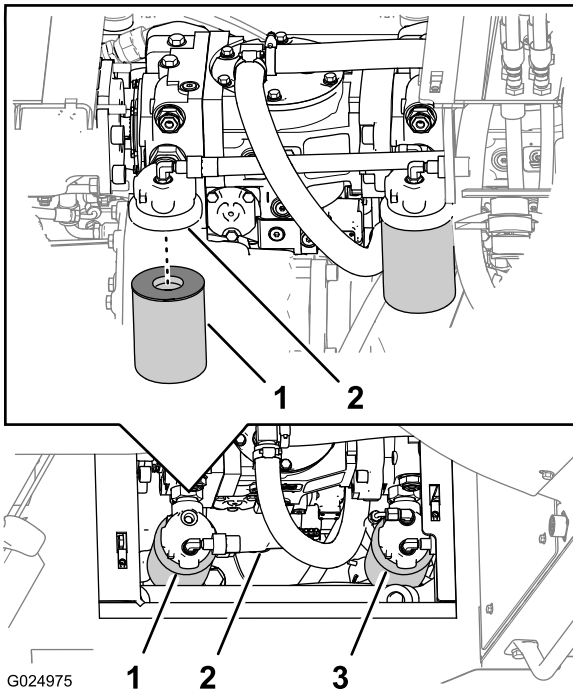

Bild 116
Hinweis: Der Hydraulikladedfilter ist von der rechten Unterseite der Maschine hinter dem Hydraulikbehälter zugänglich (Bild 116).
2. Stellen Sie einen Behälter unter den Hydraulikladedfilter (Bild 116).
3. Drehen Sie den Hydraulikladefilter nach rechts und nehmen ihn ab (Bild 116).